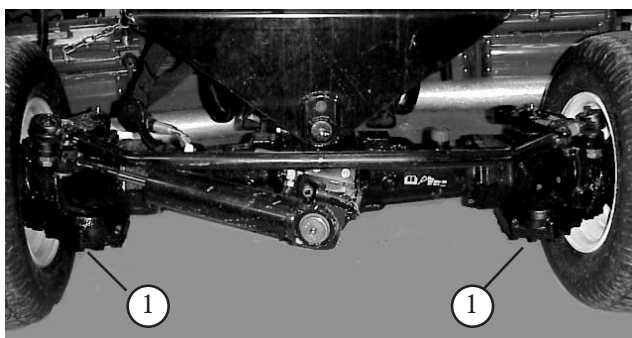

図 68
2. ドレン・プラグ (図68) の周辺をウェスできれいにぬぐう。